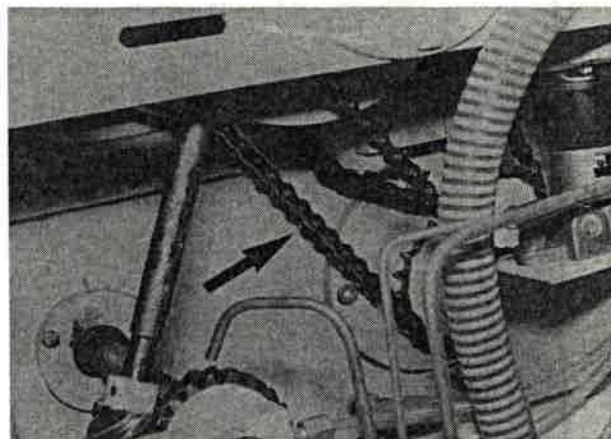

Bild 111
2. Kette am längstfreiliegenden Teil (Bild 111/ Pfeil) durchdrücken. Sie muß sich 10...15 mm durchdrücken lassen.